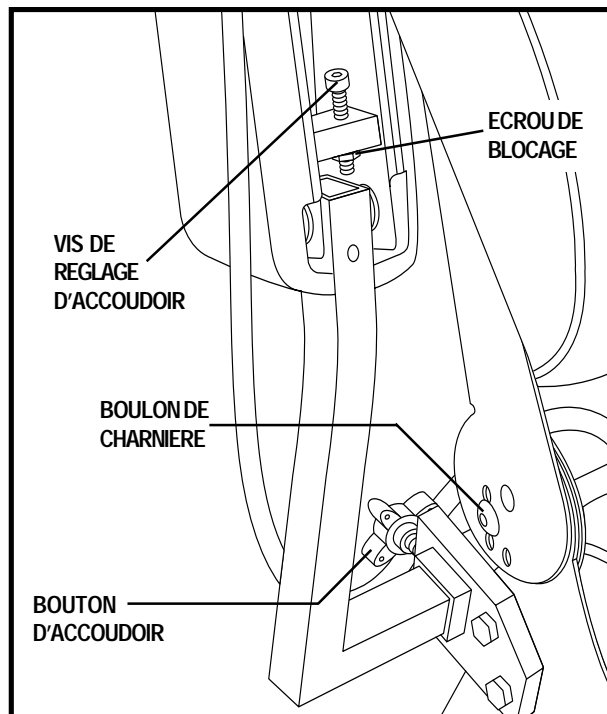

Figure 15. Réglages des accoudoirs et dossier
Si votre fauteuil motorisé est équipé d'un siège à dossier réglable, il possède quatre positions de réglages différents: 90, 102, 105 et 107 degrés d'inclinaison. Voir la figure 15.
1. Identifiez les deux boutons de réglages sur le support des accoudoirs. Voir la figure 15.
2. Desserrez les boutons (2).
2. Desserrez l'écrou de verrouillage. Voir la figure 15.
3. Desserrez la vis de réglage. Voir la figure 15.